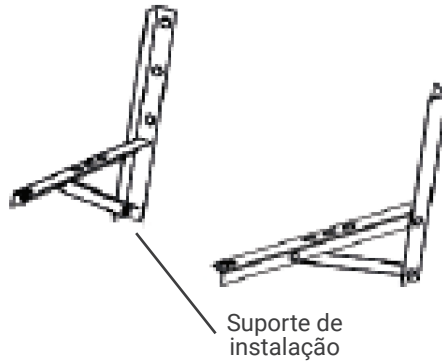

Fig.10
- Se forem necessários suportes de instalação para instalar a unidade externa, o usuário pode adquirir os suportes de nossa empresa ou agentes (Fig. 10).